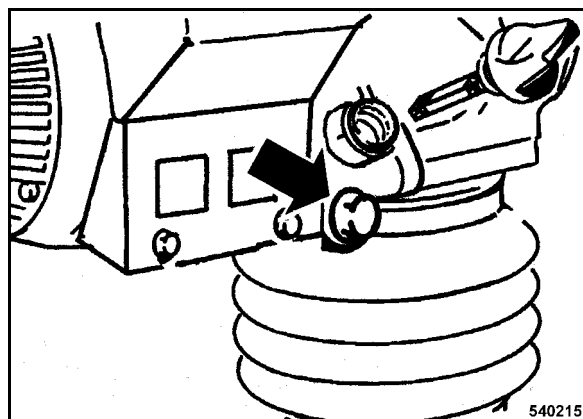

рис. 35
- Вывинтить резьбовую пробку сливного отверстия (рис. 35), слить и уловить отработанное масло.